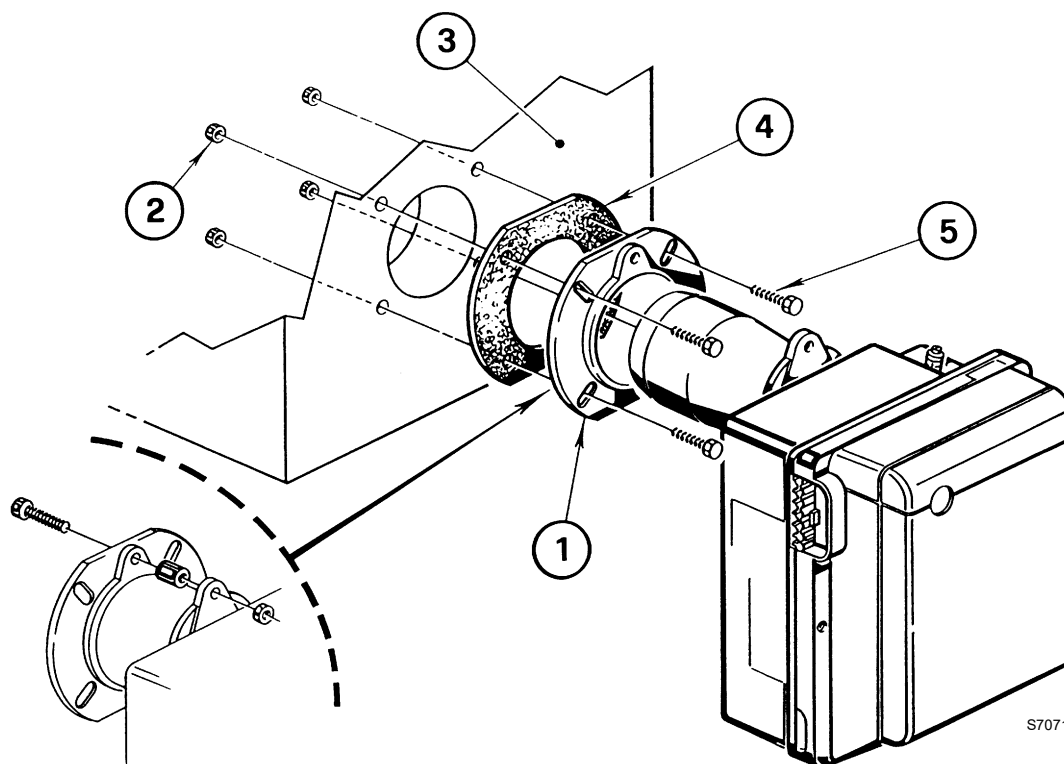

Fig. 9
- Inserire sulla flangia 1)(Fig. 9) la vite 5) e i due dadi 2).
- Fissare alla portina della caldaia 3)(Fig. 9) la flangia 1) mediante le viti 5) e (se necessario) i dadi 2) interponendo lo schermo isolante 4)(Fig. 9).